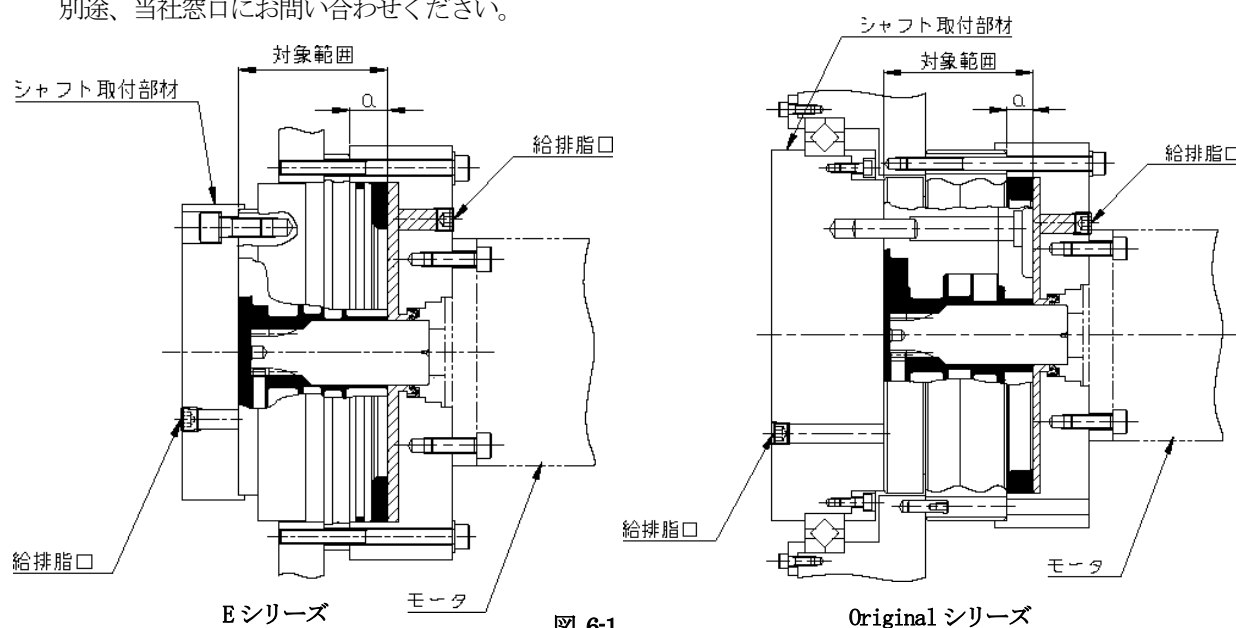

図 6-1
図 6-1 に減速機を水平軸取付する場合の、減速機内の必要封入量と対象範囲(図の  領域)を示します。モータ取付側の空間(図の  領域)は含んでおりませんので、空間がある場合はその空間部にも充填してください。ただし、減速機内の空間容積( 領域)とモータ取付側の空間( 領域)を合わせた全容積に対し、10%程度の空間を確保してください。尚、カタログ外製品の封入量については別途、当社窓口にお問い合わせください。
- 図 6-1、図 6-2 はご注文の内容により、減速機の形状がイラストと異なる場合があります。形状についてはカタログ及び、個別に提出している外形寸法図及び納入仕様書を参照願います。